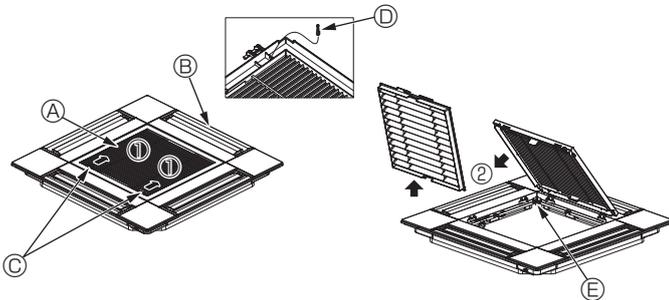
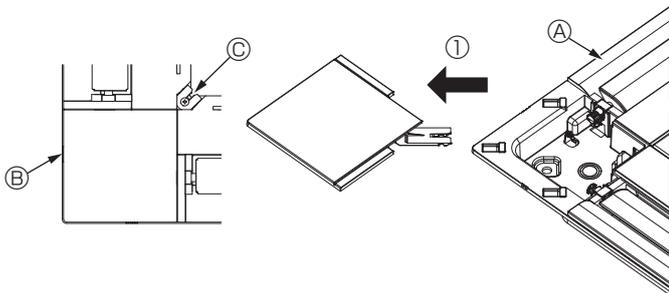

Fig. 6-3
Fig. 6-4
6.2.1. Entfernen des Ansauggitters (Fig. 6-3)
- Zum Öffnen des Ansauggitters die Hebel in die mit dem Pfeil ① gekennzeichnete Richtung schieben.
- Das Scharnier des Ansauggitters bei geöffnetem Ansauggitter (Position "offen") vom Gitter in Pfeilrichtung ② abnehmen.
6.2.2. Entfernen der Eckplatte (Fig. 6-4)
- Die Schraube von der Ecke der Eckplatte entfernen. Die Eckplatte in Pfeilrichtung ① schieben und abnehmen.